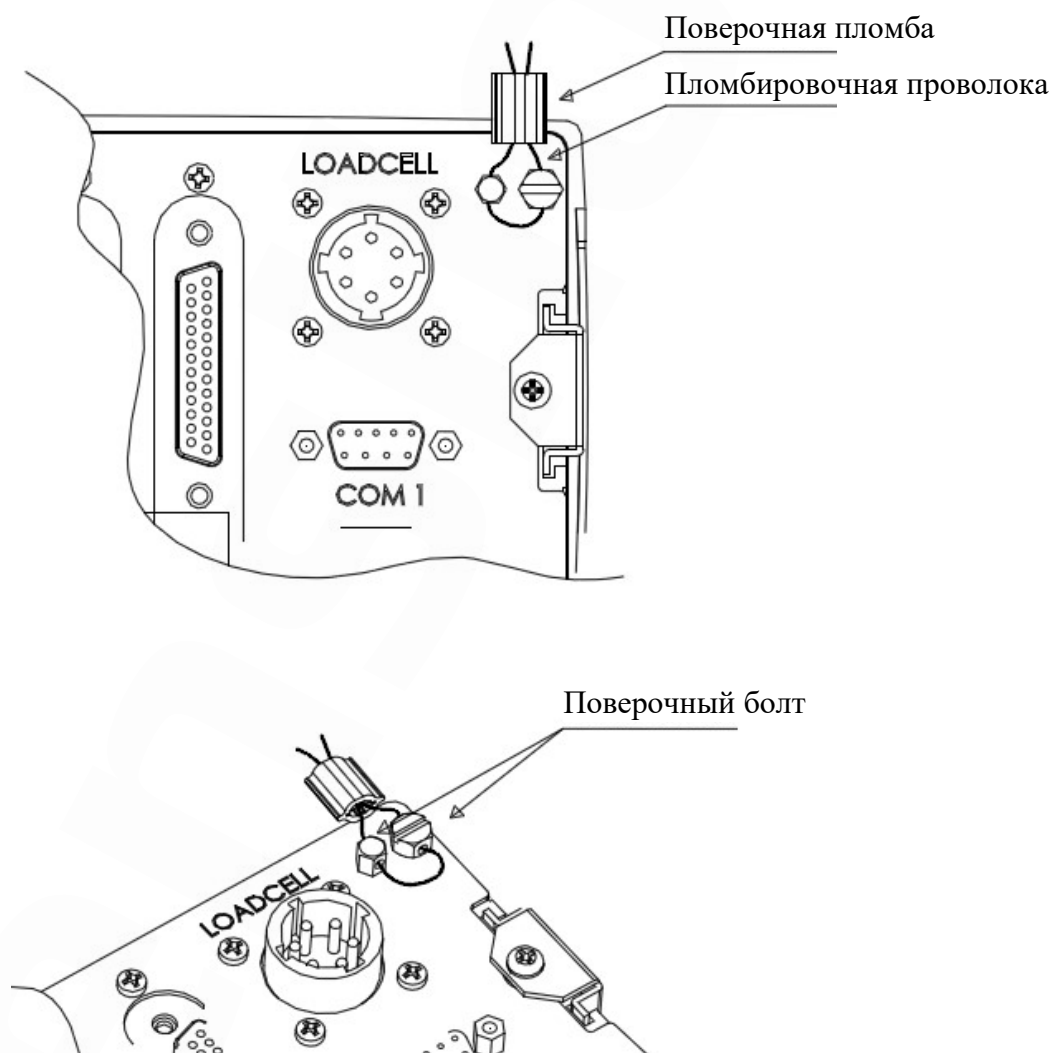

Рисунок 8.1 Соединитель JP1
- ❑ Снимите элементы корпуса, насколько это необходимо для доступа к плате, показанной на рисунке 8.2. В том числе для этого необходимо выкрутить поверочный болт, расположенный на задней стенке индикатора (см. рисунок 8.1). Будьте внимательны: повреждение элементов пломбирования означает несанкционированный доступ к метрологическим настройкам весоизмерительной системы.